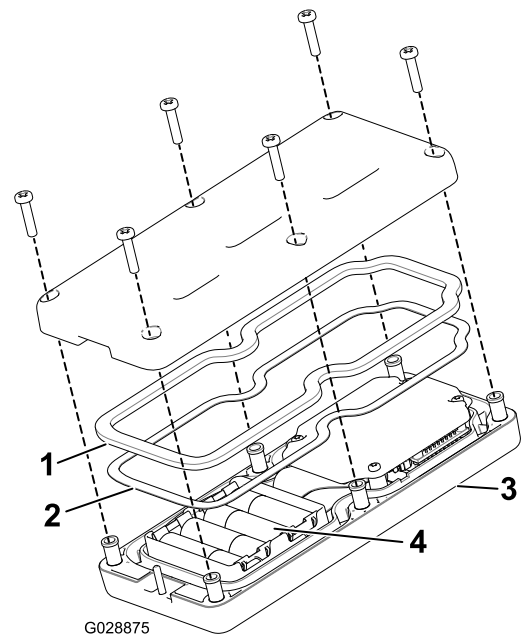

Figura 18
2. Coloque las baterías en su alojamiento observando la polaridad correcta. (Si las pilas se instalan de forma incorrecta, la unidad no resultará dañada, pero no funcionará.) El alojamiento lleva marcas de polaridad para cada terminal grabadas en relieve (Figura 18).
3. Asegúrese de que el obturador de acero y la junta de goma se encuentran en el lugar adecuado del control remoto y coloque de nuevo la tapa trasera (Figura 18).
4. Ajuste la cubierta con 6 tornillos (Figura 18) y apriételos a entre 1,5 y 1,7 N·m.